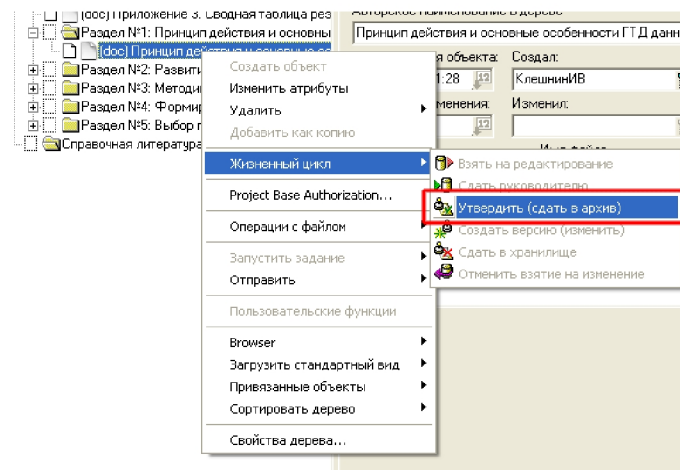

Рис. 11 – Отправка документа в архив
- в выпадающем меню выбрать пункт «Жизненный цикл» (рис. 11);